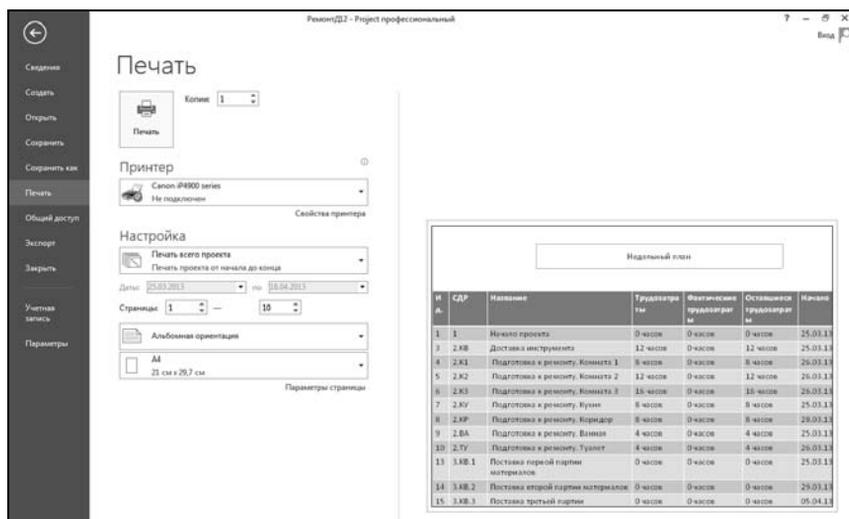

Рис. 6.20. Вид экранной формы распечатки отчета о плановых задачах
12. Для того чтобы вывести отчет на печать, выполните команду **Файл | Печать**. Внешний вид формируемой при этом экранной формы показан на рис. 6.20.
16. В списке настраиваемых отчетов нажать кнопку **Просмотр** для предварительного просмотра распечатки. Внешний вид первого листа отчета для первой недели проекта (с 15 по 21 марта 2010 года) показан на рис. 6.20.